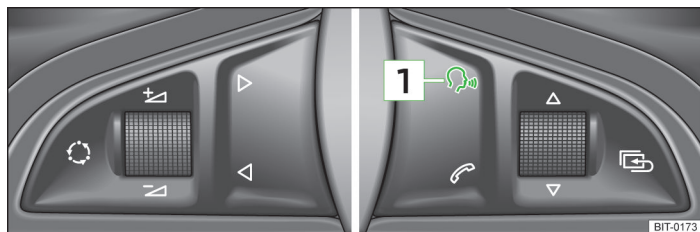

Fig. 116 Volant multifonction
- En donnant une brève impulsion sur la touche 1 » fig. 116 du volant multifonction ;
Vous pouvez démarrer un dialogue à tout moment en appuyant brièvement sur la touche **1** » fig. 116 du volant multifonction¹⁾.
Si le système est en train de lire un message, il est nécessaire d'abandonner la lecture de message en cours en appuyant sur la touche **1** » fig. 116 du volant multifonction.
- en donnant une brève impulsion sur la touche **1** » fig. 116 du volant multifonction.